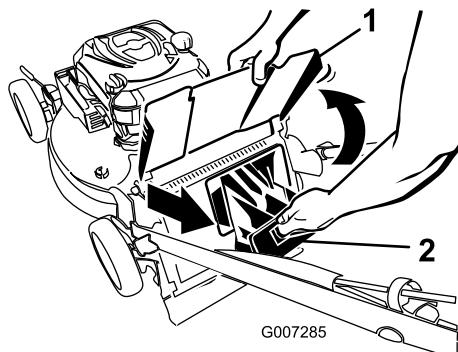

Figure 23
- Soulevez le déflecteur d'éjection arrière et gardez-le dans cette position (Figure 23).
3. Retirez l'obturateur d'éjection arrière (Figure 23).